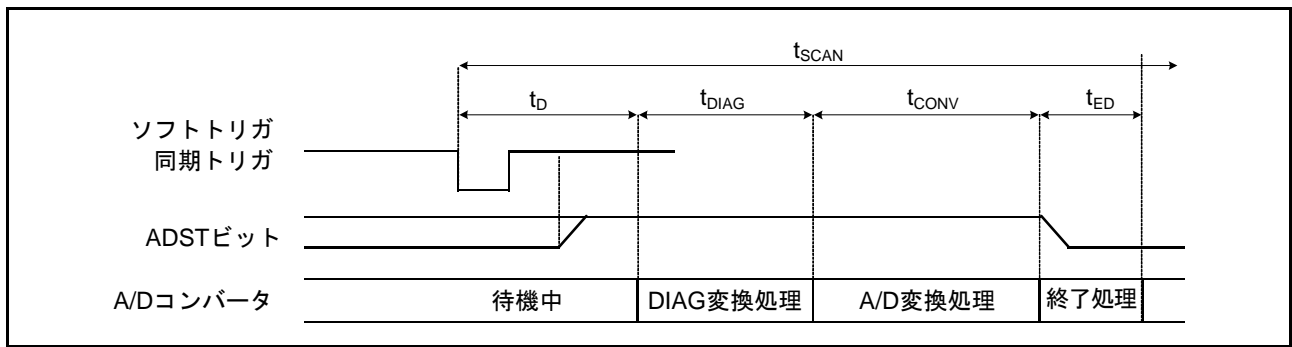
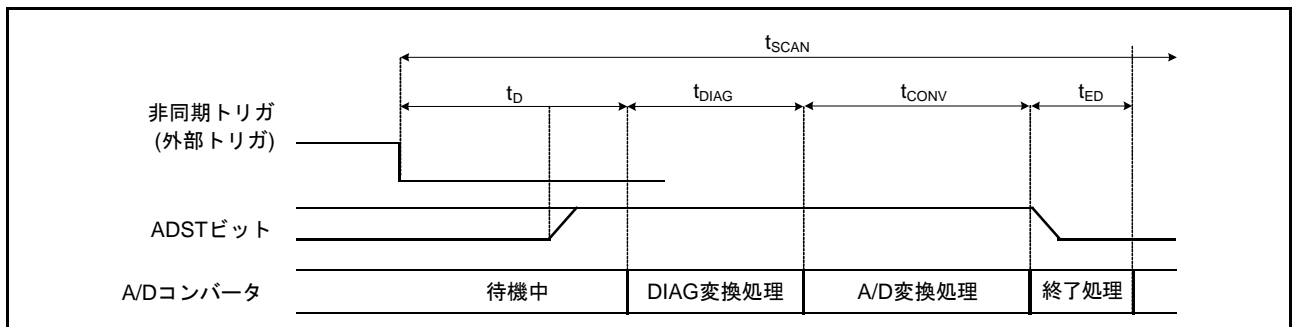

図 35.22 スキャン変換のタイミング (ソフトウェア起動、同期トリガ起動の場合)
図 35.23 スキャン変換のタイミング (非同期トリガ起動の場合)
図 35.22 にシングルスキャンモード、ソフトウェア起動と同期トリガ起動によるスキャン変換を行う場合のタイミングを示します。また、図 35.23 にシングルスキャンモード、非同期トリガ起動によるスキャン変換を行う場合のタイミングを示します。スキャン変換時間 (t_{SCAN}) はスキャン変換開始遅延時間 (t_D)、断線検出アシスト処理時間 (t_{DIS}) (注 1)、自己診断変換時間 (t_{DIAG}) (注 2)、A/D 変換処理時間 (t_{CONV})、スキャン変換終了遅延時間 (t_{ED}) を含めた時間となります。
- 注1. t_D 、 t_{DIAG} 、 t_{CONV} 、 t_{ED} の各タイミングについては図35.22、図35.23を参照してください。